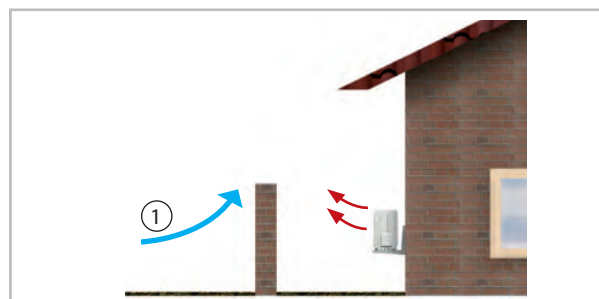
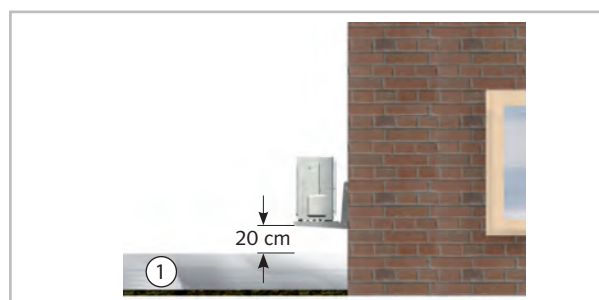

Abb. 29: Schutz vor Wind
Abb. 30: Schutz vor Schnee
- Wird das Außenteil in einer Gegend mit starkem Wind aufgestellt, muss das Gerät vor dem Wind geschützt werden (Abb. 29). Bei der Montage sind Schneegrenzen zu beachten (Abb. 30).
- Beachten Sie bei der Aufstellung die zu erwartende Schneehöhe und eine Erhöhung um ca. 20 cm, damit ganzjährig ein freies Ansaugen und Ausblasen der Außenluft gewährleistet werden kann (Abb. 30).